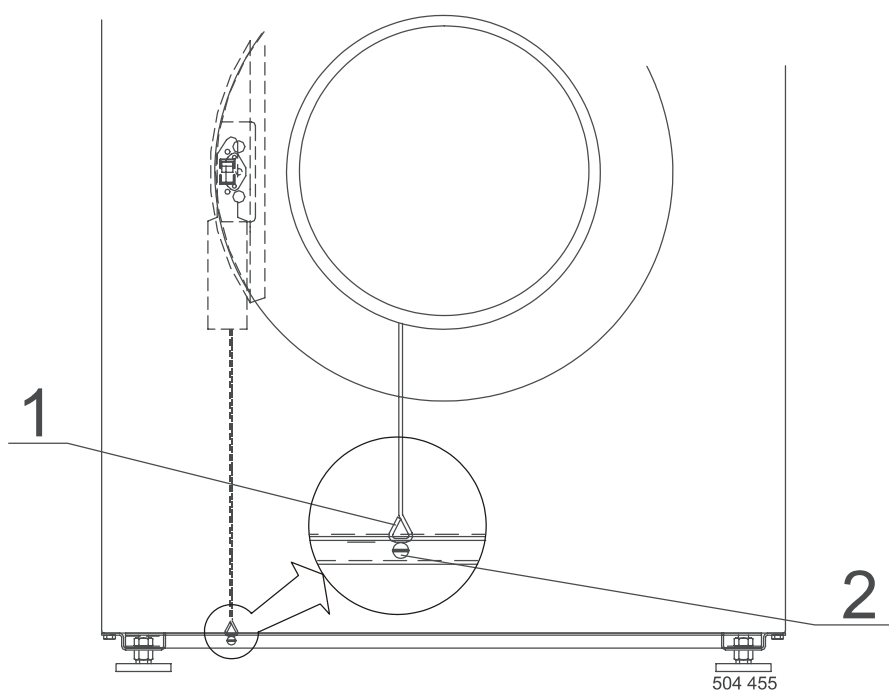

Abb. 6.11
Nach Abkühlen der Waschlauge finden Sie unten an der linken Maschinenseite eine Schraube (Abb. 6.11, Pos. 2) für den Zutritt zur Zugstange des Notöffnen der Tür (1), welche Sie heraus-schrauben. Durch Anziehen der Zugstange mit Hilfe eines geeigneten Gegenstandes, z.B. Schraubenzieher (Durchmesser 4 mm) durch die Öffnung im Rahmen kann die Tür geöffnet werden.